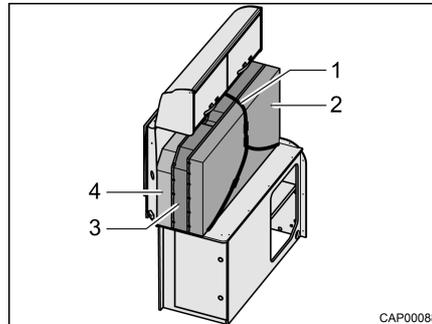
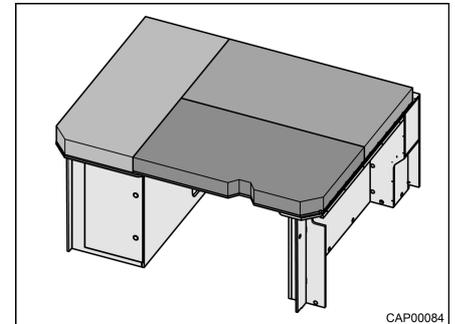

Bild 27 Heckbett (Transportstellung)
Bild 28 Heckbett (zum Schlafen umgebaut)
- Sicherungsgurt (Bild 27,1) lösen.
- Die Polster (Bild 27,2 bis 4) wie in Bild 28 dargestellt auf der Liegefläche verteilen.
- Die Polster wie in Bild 27 dargestellt auf dem linken Unterschrank stapeln.
- Die Polster mit dem Sicherungsgurt (Bild 27,1) sichern.